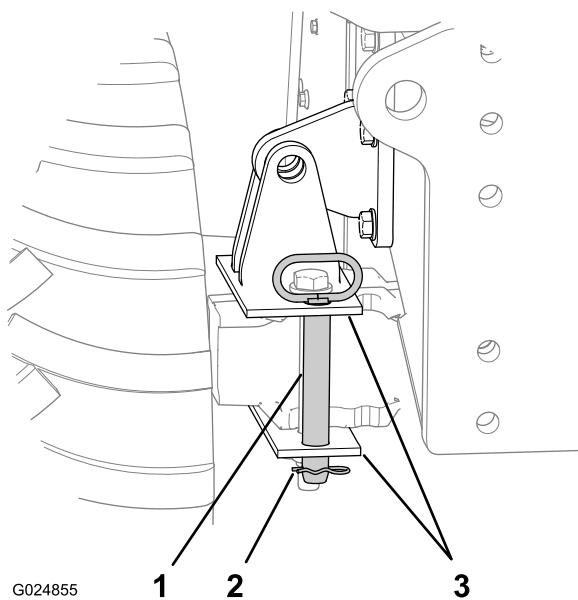

Figure 45
- Retirez la goupille fendue de la goupille de verrouillage d'inclinaison (Figure 45).
1. Insérez la goupille de verrouillage d'inclinaison dans les trous verticaux du support de verrouillage d'essieu (Figure 45).
2. Fixez la goupille au support de verrouillage avec la goupille fendue (Figure 45).